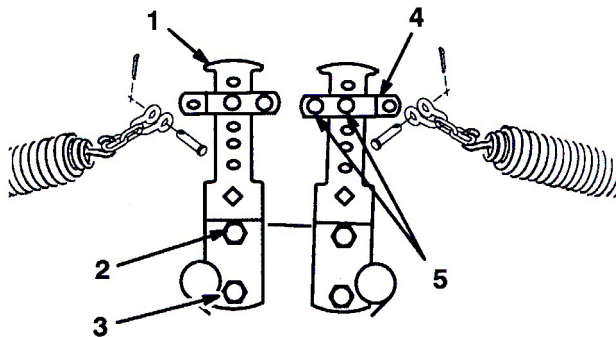

図 14
4. スプリングの反対側の端部を前後のカウンタバランス・アーム (図14 と15) の適切な穴 (選択方法は以下を参照) に引っ掛ける (チェーン付きスプリング・シャックル、クレビス、クレビスピン、コッターピンを使用)。
5. スプリングの反対側の端部を上から2つ目の穴に取り付ける；チェーン付きスプリング・シャックル、クレビス、クレビス・ピン、コッターピンを使用 (図14)。
8. 先ほど取り外したキャップスクリューとナットを使ってカウンタバランス・アームの下部ををフレームに固定する。上キャップスクリューを締めてモータを固定する (図14)。